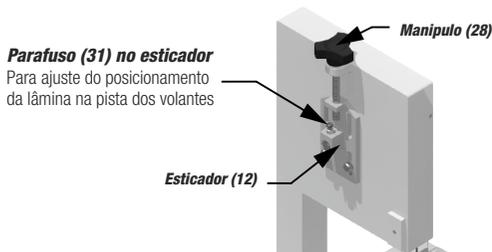

Figura 5
Após executar o procedimento acima, gire manualmente no sentido anti-horário, com cuidado, os volantes (47 e 48) e verifique a posição da lâmina (21) na pista dos volantes. Caso a lâmina esteja saindo da pista do volante proceda com a regulagem do parafuso (31) localizado no esticador (12), conforme **figura 5**.
Observação: Caso caia o rendimento do moedor de carne verificar a necessidade de troca da faca cruzeta (63) ou dos disco para moer (61 e 62) conforme *figura 5*. Nunca interrompa (desligue) o processo de moagem com carne em processamento.
- Para a preparação de embutidos proceda com a montagem do bocal conforme descrito no item 2.4. Após a montagem coloque a tripa/embagem no funil de lingüiça e inicie o processo ligando o botão liga/desliga (19).